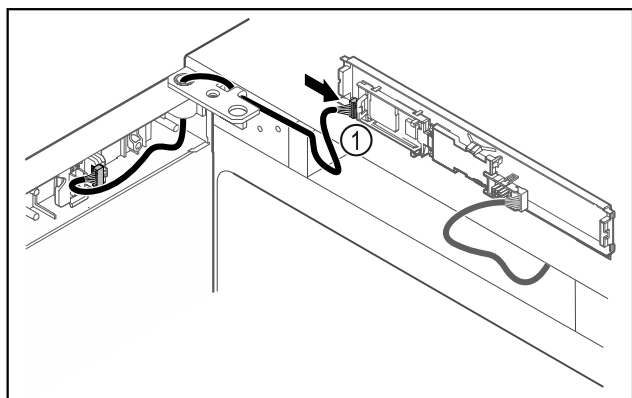

Fig. 44
- ▶ Wtyczkę Fig. 44 (1) należy podłączyć do płytki drukowanej.